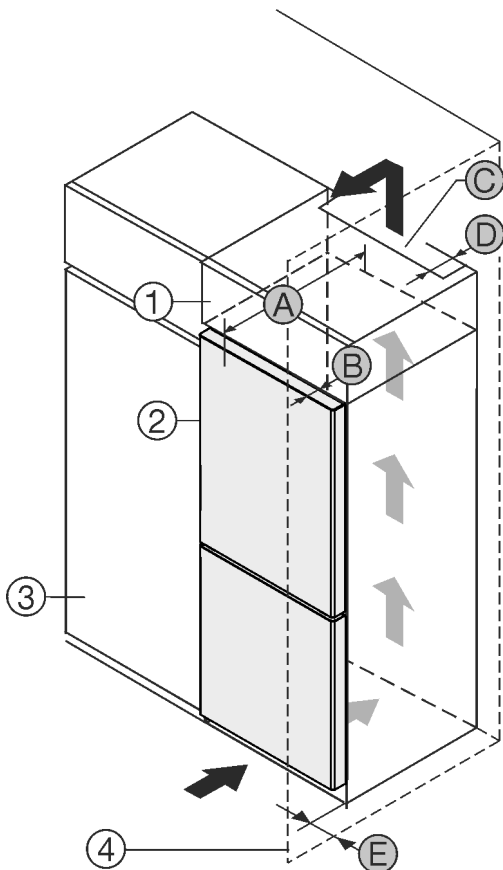

Fig. 1
- (1) Шафа для встановлення на пристрій *
- (2) Пристрій *
- (3) Кухонна шафа *
- (4) Стінка *
- (A) Глибина пристрою *
- (B) Глибина дверей *
- (C) Вентиляційний зазор *
- (D) Відстань задня сторона пристрою *
- (E) Відстань до сторони пристрою *
Ви можете встановити пристрій безпосередньо поряд із кухонною шафою Fig. 1 (3).*
Зі зворотного боку шафи для встановлення на пристрій слід передбачити вентиляційну шафу завглибшки Fig. 1 (D) на всю ширину цієї шафи.*
Слід дотримуватись вентиляційного отвору Fig. 1 (C) в стелі приміщення.*
Якщо пристрій із шарнірами встановлюється поряд зі стіною Fig. 1 (4), відстань між пристроєм і стіною повинна бути не менше 13 мм.*
Якщо пристрій із шарнірами встановлюється поряд зі стіною Fig. 1 (4), відстань між пристроєм і стіною повинна бути не менше 20 мм.*
Щоб мати можливість повністю відкривати дверцята, потрібно, щоб пристрій виступав на відстань глибини дверцят Fig. 1 (B) відносно передньої панелі кухонної шафи. Залежно від глибини кухонних шаф Fig. 1 (3) та використання пристінних розпірок пристрій може ще більше виступати вперед.*